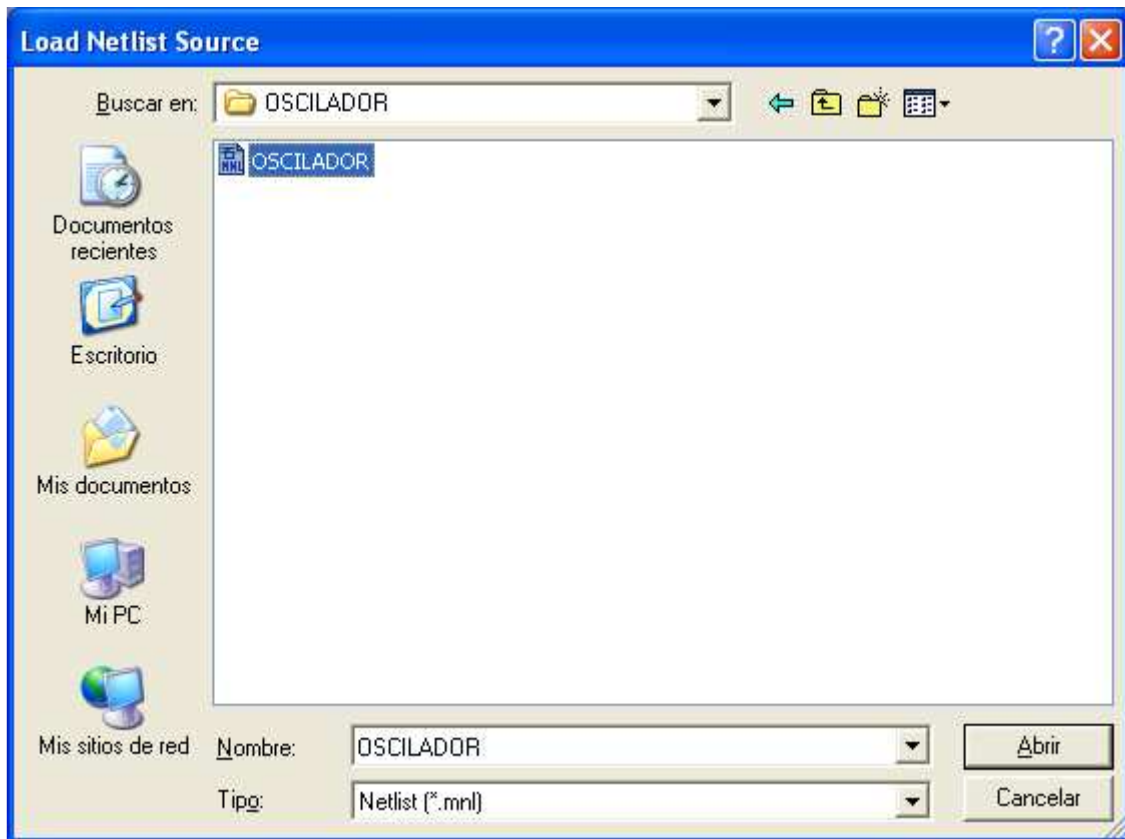

Figura 1.12. Seleccionando el nombre del fichero que contiene la netlist.
- 2.- Un fichero con la **netlist** del diseño (Figura 1.12).